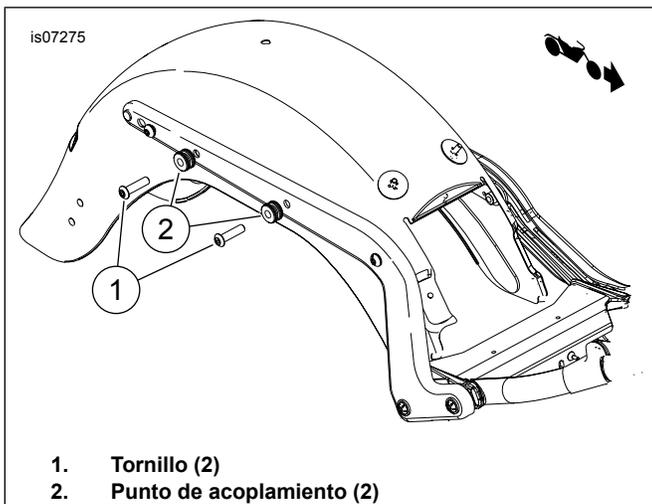

Figura 3. Instalación del punto de acoplamiento (sin otros accesorios desmontables)
SIN otros accesorios desmontables: Vea Figura 3. Inserte los tornillos (1) a través de los puntos de acoplamiento mini (2). Instale los tornillos en la pieza de soporte de montaje del soporte del guardabarros (parte interior del guardabarros). Apriete los tornillos a 28–36 N·m (21–27 ft-lbs).